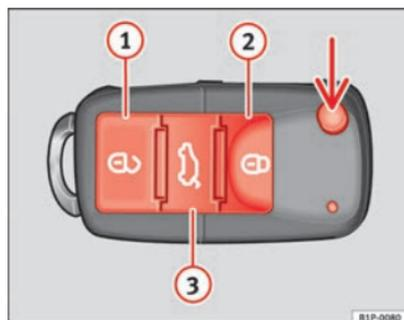

Abb. 45 Tastenbelegung
Mit der Taste \Rightarrow Abb. 45 (Pfeil) der Fernbedienung wird der Schlüsselbart ausgeklappt.
Fahrzeug entriegeln \Rightarrow Abb. 45 ①.
Fahrzeug verriegeln \Rightarrow Abb. 45 ②.
Heckklappe entriegeln. Die Taste \Rightarrow Abb. 45 ③ betätigen, bis alle Blinkleuchten am Fahrzeug kurz aufleuchten. Nach Drücken der Entriegelungstaste \Rightarrow Abb. 45 ③ können Sie die Heckklappe innerhalb von 2 Minuten öffnen. Nach Ablauf dieser Zeit wird die Heckklappe wieder verriegelt.
- Drücken Sie die Taste  2 ⇒ Abb. 45 auf der Funk-Fernbedienung.
- Drücken Sie die Taste  1 ⇒ Abb. 45 auf der Funk-Fernbedienung.